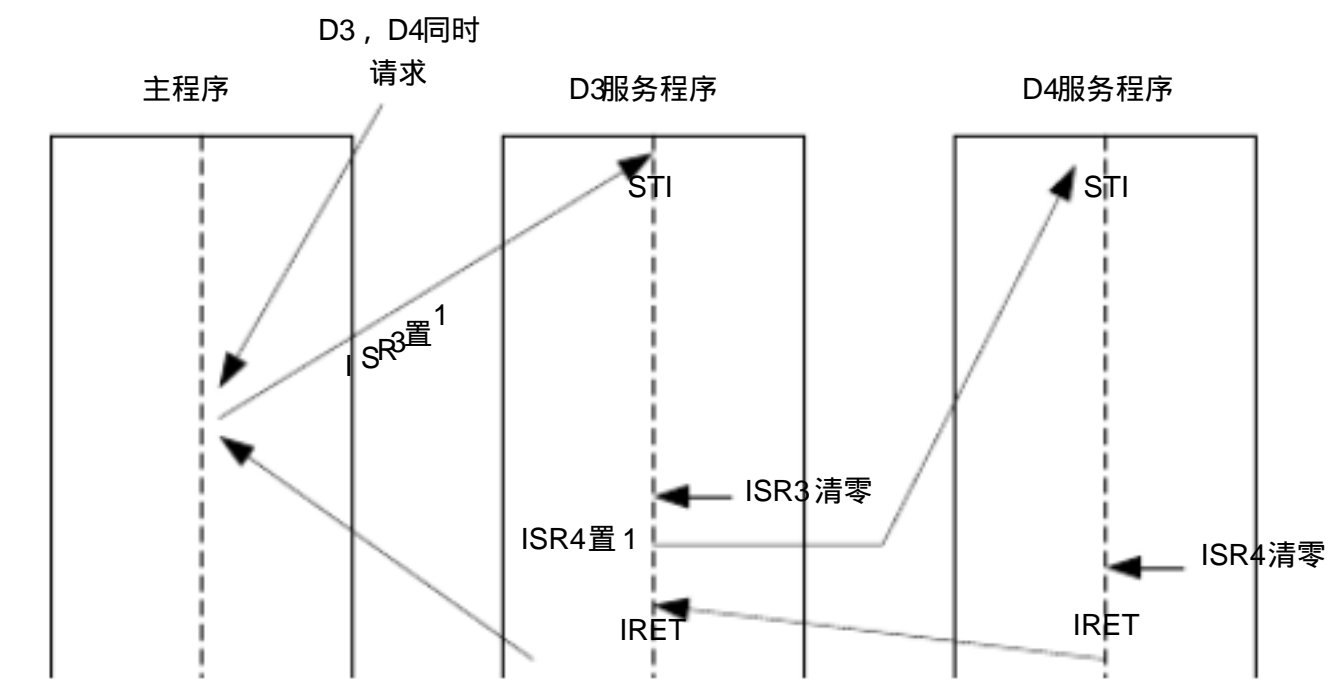

图 8.3 (a) 设备 3 和 4 同时发出中断请求的中断处理程序的次序示意图
- (1) 设备 3 和 4 同时发出中断请求；
- 中断处理次序为： D3 D4 ，示意图如图 8.3 (a) 所示。